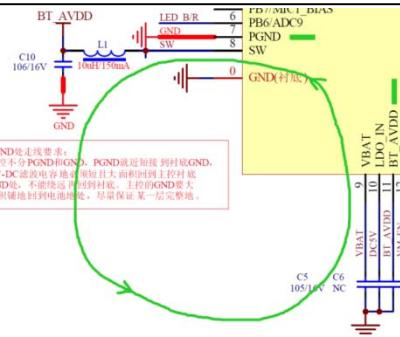

图5 DCDC回流路径
- a) 需保证 {芯片管脚VBAT、SW、BTAVDD、PGND、GND和LC组成的回路短而粗，特别是退耦电容的地要共地完整}，地线回到电池的负端，路径粗而完整，如图5。